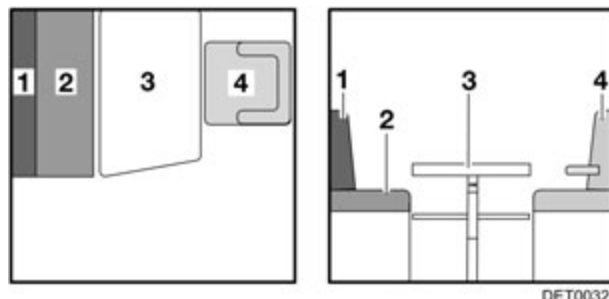

Fig. 96 Antes de la transformación
- Girar el asiento del conductor (Fig. 96,4) y empujarlo completamente hacia adelante.
- Transformar la mesa (Fig. 96,3) en base de cama (véase apartado 7.7).